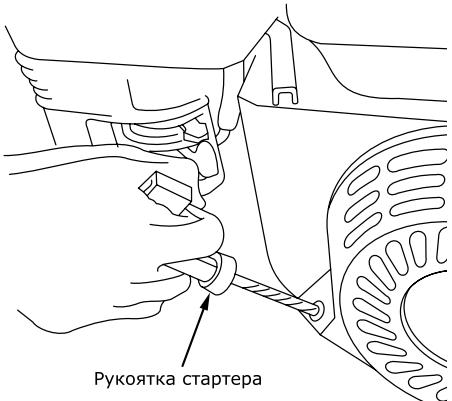

Рис. 14
- Запустите двигатель. Будьте внимательны! При вытягивании шнура стартера шнур может создавать отдачу. Возьмитесь за ручку шнура стартера. Медленно потяните шнур до возникновения сопротивления со стороны двигателя. Не допускайте возврата ручки обратно, продолжайте быстро тянуть ручку на полный взмах руки. Медленно (снатягом шнура) верните ручку в начальное положение (рис. 14). Резкое отпускание ручки шнура стартера приводит к механическому повреждению стартера, что рассматривается как негарантийный случай.